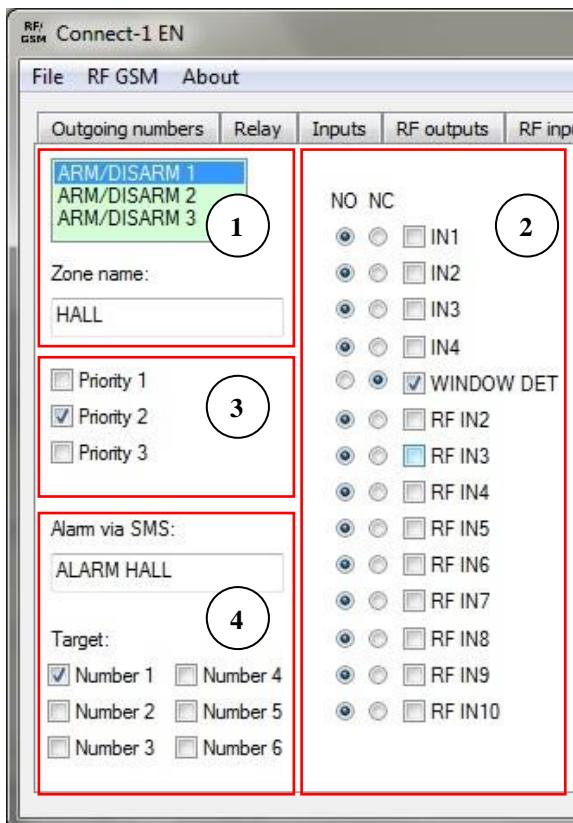

Рисунок 24: Вкладка "ARM/DISARM" – выбор входов в контролируемой зоне и ввод параметров этой зоны.
- Галочки используются для выбора входов, которые формируют единую контролируемую зону. Для каждого входа можно выбрать – является ли он положительным или отрицательным (NO, NC) входом (см. рисунок 24).